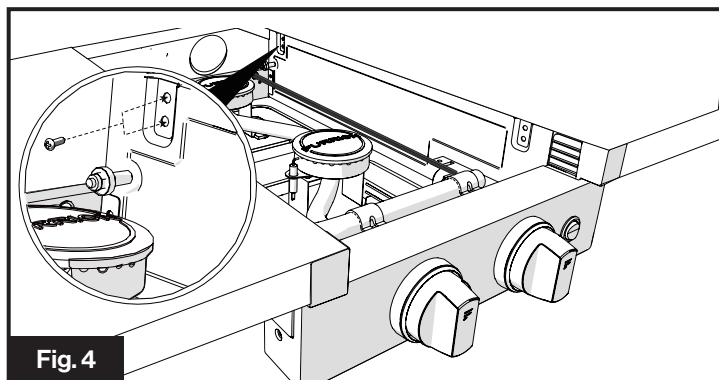

Fig. 4
4. Fixez la table de cuisson dans l'armoire, à gauche et à droite, à l'aide de quatre vis autotaraudeuses à gauche et à droite (2 vis de chaque côté) (Fig.4)